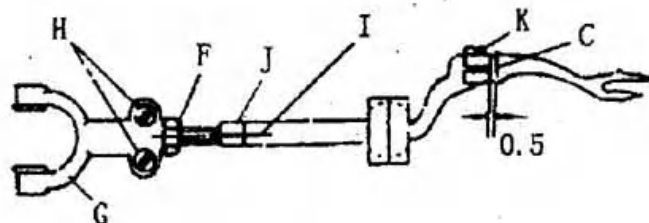

图 24
- ②位置调整(图24),旋松钩线叉杆“I”后部调节螺母“F”和两只螺钉“H”,转动钩线叉一周,使钩线叉随之产生前后方向的位移来达到上述要求。
- ③经上述调整,前后位置尚未达到最佳状态,可旋松钩线